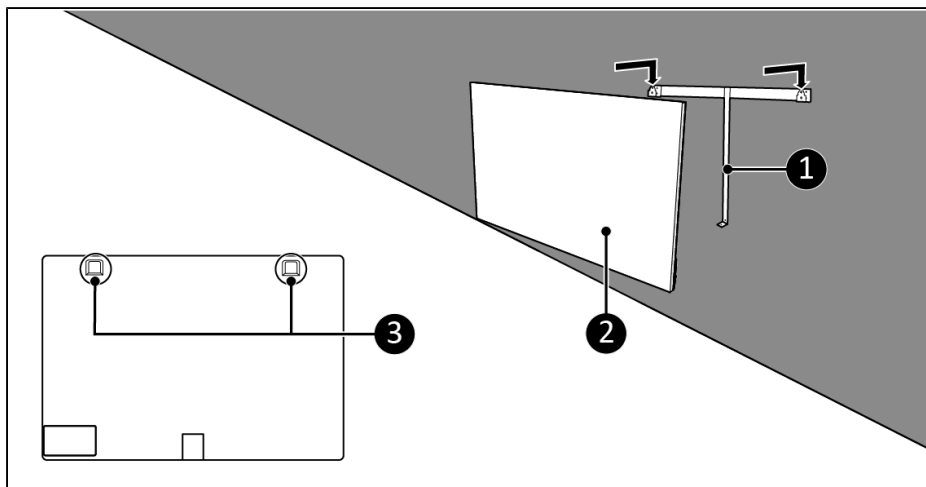

Figure 44.
8. Placez les supports de l'appareil (Figure 44, pos. 3) sur le support mural (Figure 44, pos. 1).
9. Glissez l'appareil (Figure 44, pos. 2) dans les ouvertures du support mural.